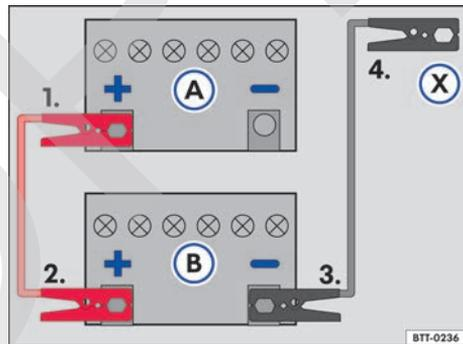

Fig. 153 Esquema para conectar los cables auxiliares de arranque: batería descargada (A) y batería proveedora de corriente (B).
- Conectar un extremo del cable de arranque auxiliar *rojo* al polo positivo → fig. 153 ⊕ del vehículo con la batería del vehículo descargada (A) → ⚠.
- Conectar el otro extremo del cable de arranque auxiliar *rojo* al polo positivo ⊕ de la batería que suministra corriente (B) al vehículo.
- Conectar un extremo del cable de ayuda de arranque *negro* al polo negativo ⊖ de la batería del vehículo que suministra corriente (B) → fig. 153.
- Conectar el otro extremo del cable de arranque auxiliar *negro* (X) en el vehículo con la batería del vehículo descargada en una pieza maciza de metal atornillada firmemente al bloque del motor o en el propio bloque del motor - aunque no cerca de la batería (A) → ⚠.